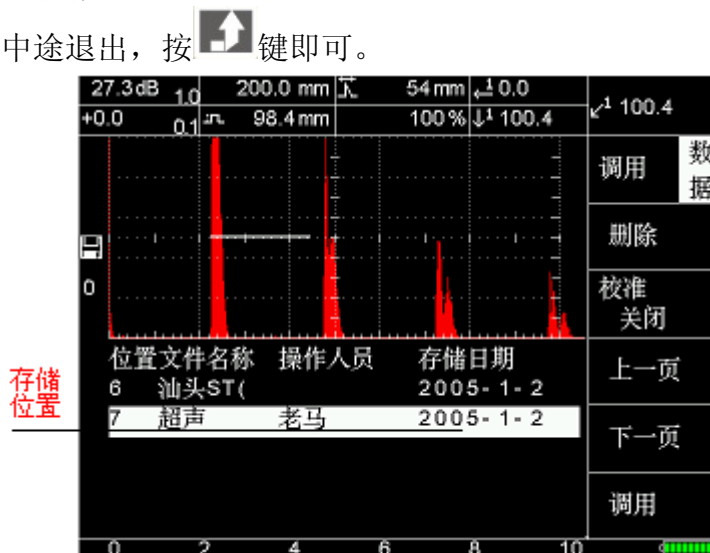

图 7-10
用到的选项：(图 7-10)
(1) 【数据】-【B】进入图 7-10。
(2) 用户如需删除当前存储位置的 A 型探伤报告，只需按【A】键，此时反显存储位置会闪动几下。用户需再按【A】键一次，即可删除。
(3) 按【B】选择校准功能是否打开。
(4) 按上、下页(【C】【D】)翻页或按【调节键】选择存储位置号(图中为 7 号)。
(5) 按【E】调用完成。
(6) 用户如中途退出，按  键即可。